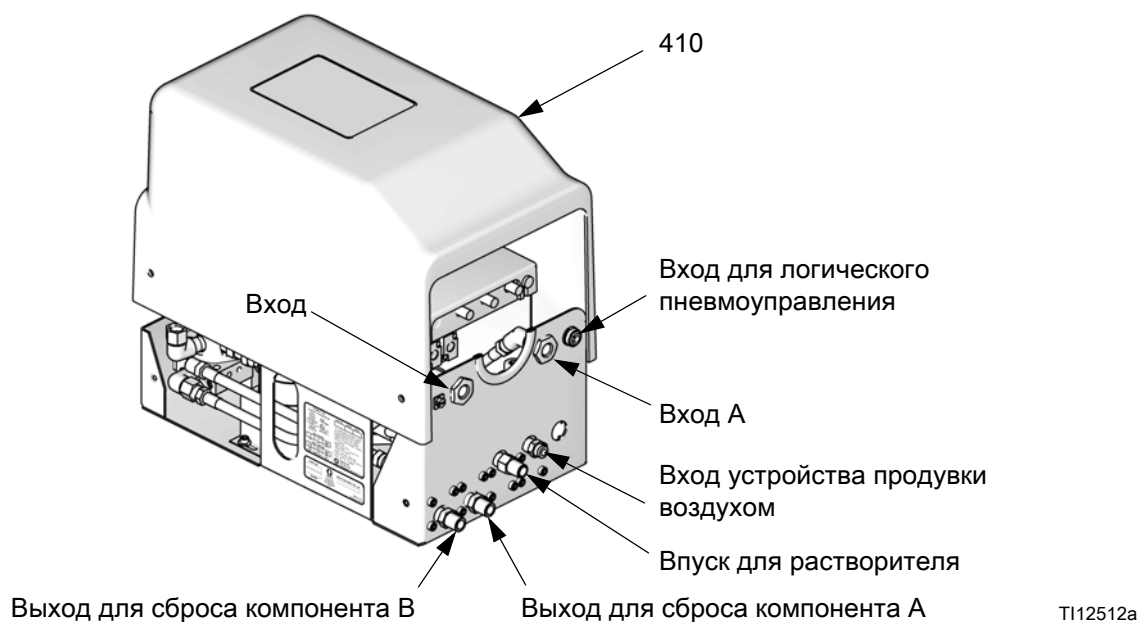

Рис. 26: Жидкостная станция RoboMix
2. Снимите крышку RoboMix (410). Рис. 26.
8. Соедините все шланги. Рис. 26.